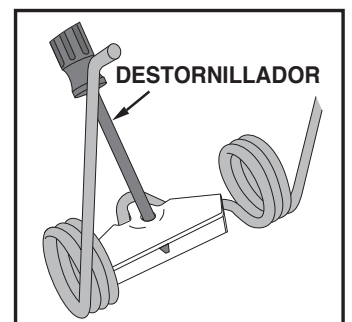

FIGURA 9
- Para remover una púa de resorte, inserte un destornillador o presione hacia abajo la lengüeta de fijación y levántela aplicando acción de palanca. Reemplace la púa de resorte y presione hacia abajo la lengüeta de fijación. Vea la figura 9.